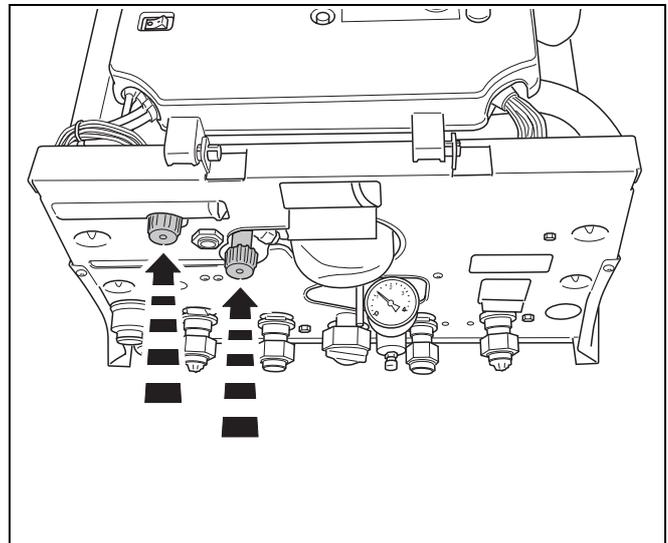

Fig. 28 Rubinetti del disconnettore
- Aprire i due rubinetti del disconnettore (fig. 28) e riempire l'impianto fino ad una pressione di 1,0 - 1,5.